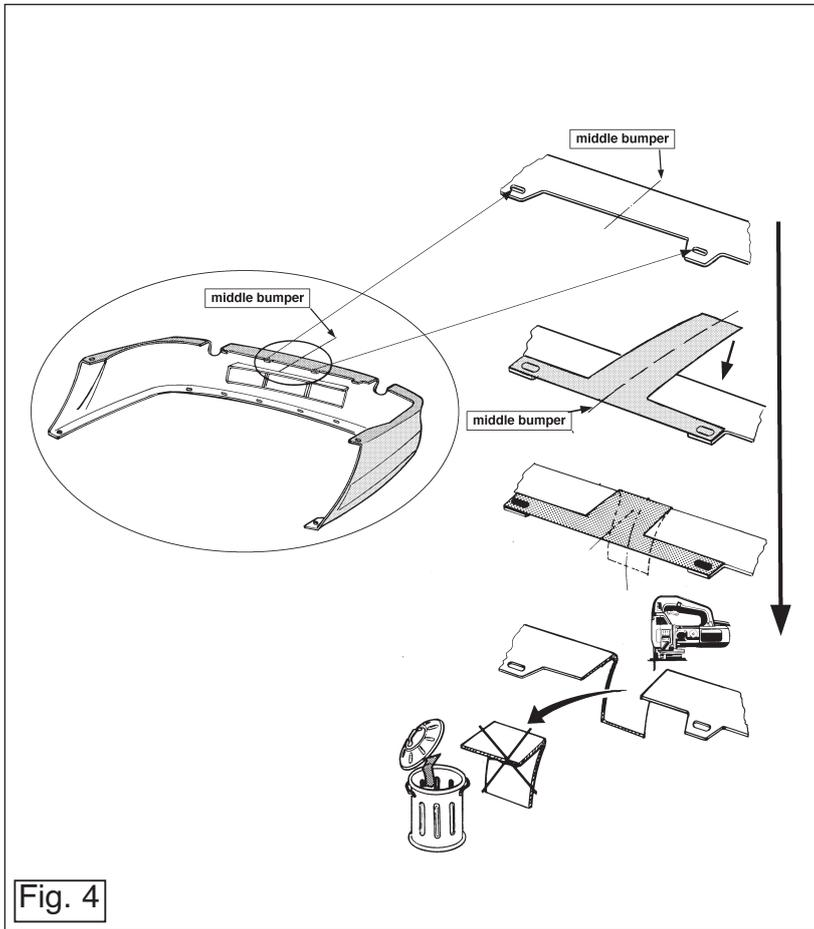
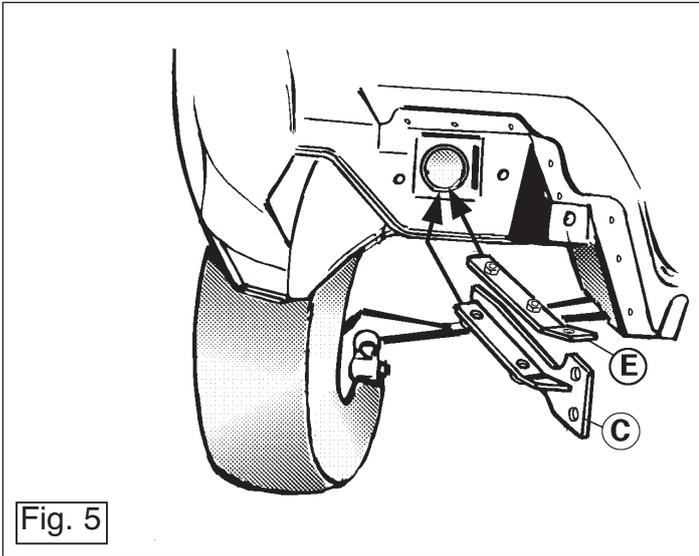

Fig. 4
Fig. 5
2. Appliquez le gabarit conformément à la fig. 4 sous la partie centrale du pare-chocs du côté extérieur. Appliquez le gabarit de telle sorte qu'il suive bien les contours du pare-chocs et découpez un morceau de 170 mm x 45 mm. Placez les supports C et D ainsi que les contre-pièces E dans le châssis conformément aux figures 5 et 6. Fixez à l'emplacement des points B quatre boulons M12x60 SANS SERRER y compris les rondelles grover et de blocage. Amenez le crochet d'attelage entre les supports C et D conformément au croquis et à la fig. 1. Fixez SANS SERRER à l'emplacement des points G deux boulons M12x30, rondelles grover comprises, et à l'emplacement des points H deux boulons M12x30, écrous et rondelles grover compris.
2. Anbringa schablonen på kofångarens mitt, på under- och utsidan enligt fig. 4. Se till att schablonen följer kofångarens konturer och skär ut en del på 170 mm x 45 mm. Anbringa stöden C och D och kontraplåtarna E i chassit enligt fig. 5 och fig. 6. Fäst fyra bultar M12x60 inklusive fjäder- och förslutningsringar vid punkterna B. Vrid fast dessa bultar FÖR HAND. Anbringa dragstången mellan stöden C och D, enligt ritningen och fig. 1. Fäst två bultar M12x30 inklusive fjäderringar vid punkterna G och två bultar M12x30 inklusive muttrar och fjäderringar. Vrid fast dessa bultar FÖR HAND.
2. Anbring skabelonen ifølge fig. 4 på undersiden af kofangeren, midtpå underkanten. Lad skabelonens kant løbe langs med kofangerens yderkant, og skær et stykke af på 170 mm x 45 mm. Placer beslagene C og D samt spændpladerne E i chassiset ifølge fig.5 og 6. Monter fire bolte M12x60 MANUELT ved punkterne B, inklusiv fjeder- og planskiver. Anbring anhængertrækket ifølge tegningen og fig.1 mellem beslagene C og D. Monter MANUELT to bolte M12x30 ved punkterne G, inklusiv fjederskiver, og to bolte M12x30 ved punkterne H, inklusiv møtrikker og fjederskiver.
2. Situar la plantilla en el centro del lado inferior del exterior del parachoques, según indica la fig. 4. La plantilla seguirá los contornos del parachoques y recortar una parte de 170mm x 45mm. Colocar en el chasis los soportes C y D así como las contratuerzas E de acuerdo con las figuras 5 y 6. Fijar a la altura de los puntos B cuatro tornillos M12x60 inclusive arandelas grover y planas; SIN APRETAR DEL TODO. Situar el gancho de remolque entre los soportes C y D de acuerdo con el croquis. Fijar a la altura de los puntos G dos tornillos M12x30 inclusive arandelas grover y a la altura de los puntos H dos tornillos M12x30 inclusive tuercas y arandelas grover. SIN APRETAR DEL TODO.